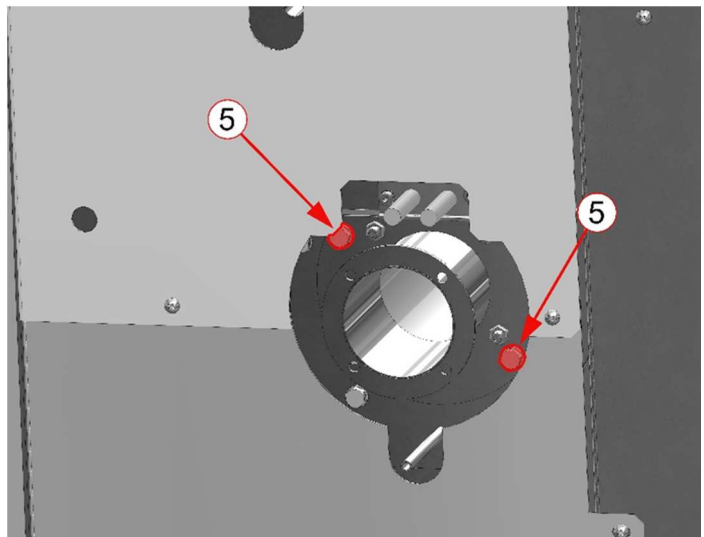

Fig. 5-74
- 5 Retirer les 4 vis (5) qui fixent la bride entretoise à l'unité brûleur imuovere le quattro viti (5) (la Fig. 5-74 en montre deux seulement).